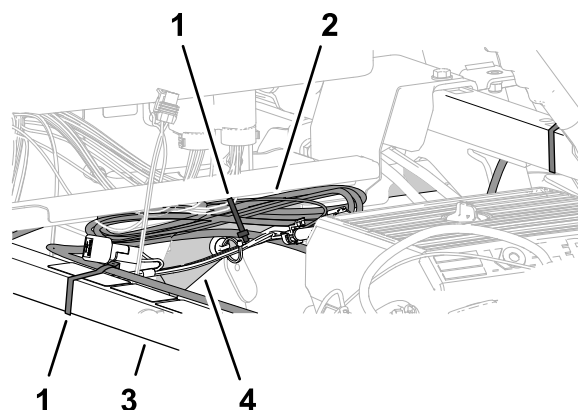

Figura 213
2. Allineate il cablaggio dati sul tubo di supporto dell'ammortizzatore e fissate il cablaggio al tubo con una fascetta per cavi (Figura 213).
3. Allineate il fascio del cablaggio dati sul tubo del telaio superiore di destra e fissate il fascio del cablaggio sul tubo del telaio con una fascetta per cavi (Figura 213).
1. Raccogliete la lunghezza in eccesso del cablaggio dati contro il tubo del telaio superiore di destra (Figura 213).